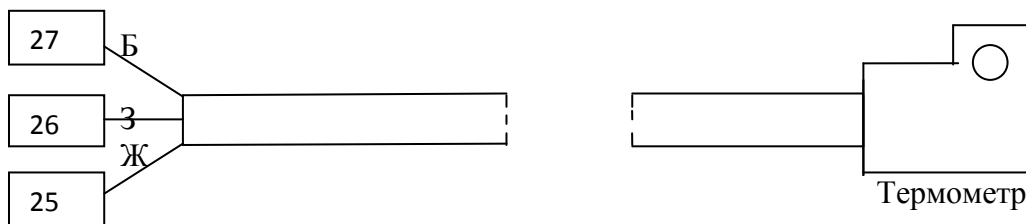

Рис. 8 Подключение термометра к блоку сигнализации
3.10 Измерение и контроль температуры. Происходит при подключении внешнего датчика температуры, согласно рис. 8. Если датчик подключен правильно, значение температуры можно узнать через голосовое информационное меню, позвонив на номер сим карты системы или по запросу ?5. Ответ приходит на номер, который инициировал запрос. В планировщике задач можно указать расписание получения смс сообщения, в котором указана температура.